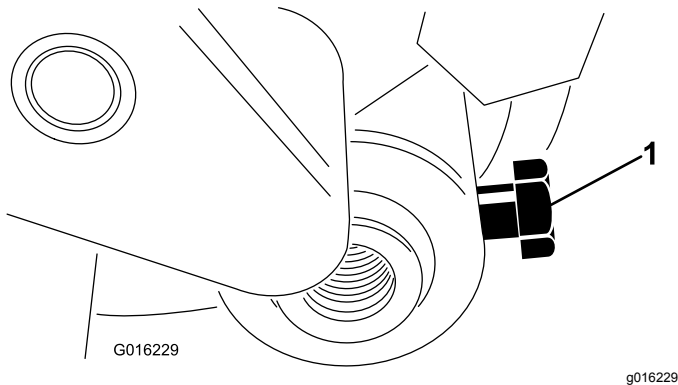

Figura 15
4. Inserte el eje del rodillo en el brazo de ajuste derecho y sujételo provisionalmente con el perno del eje del rodillo (Figura 15).
4. Centre el rodillo entre los brazos de ajuste y apriete los pernos de montaje (**Figura 15**).